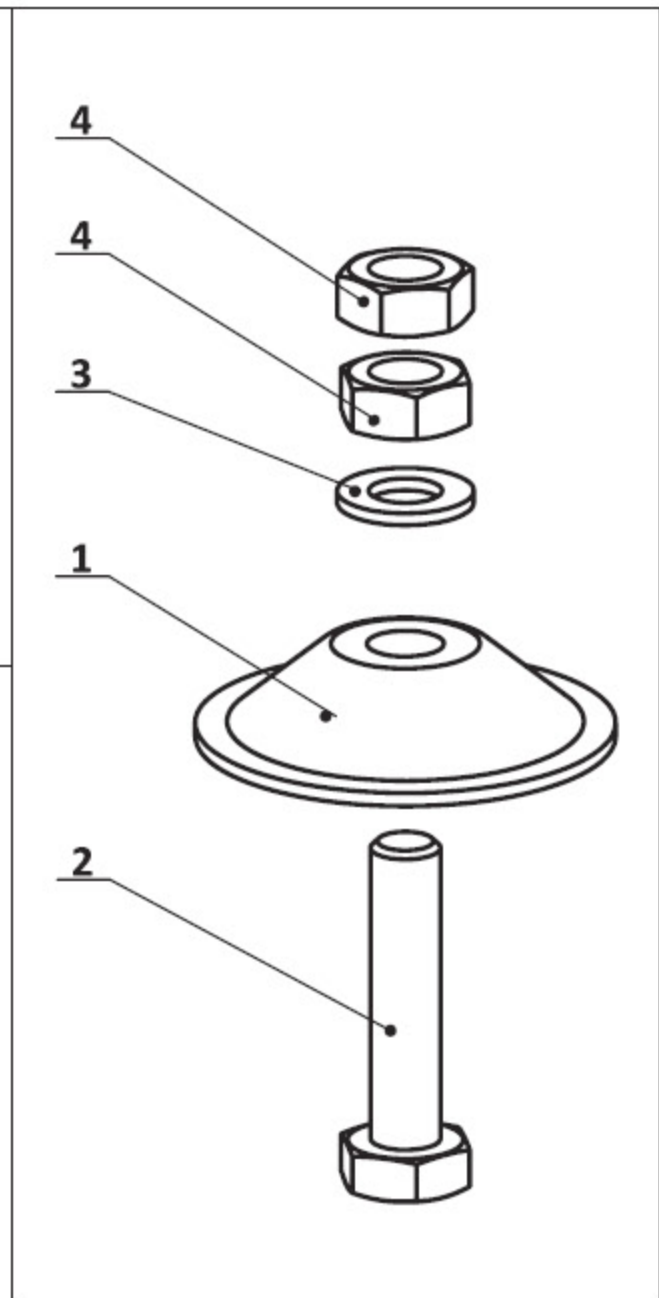

fig. 5
* În cazul în care picioarele reglabile sunt din mai multe componente, asamblați piciorul realizând succesiunea următoare de operațiuni (fig. 5):